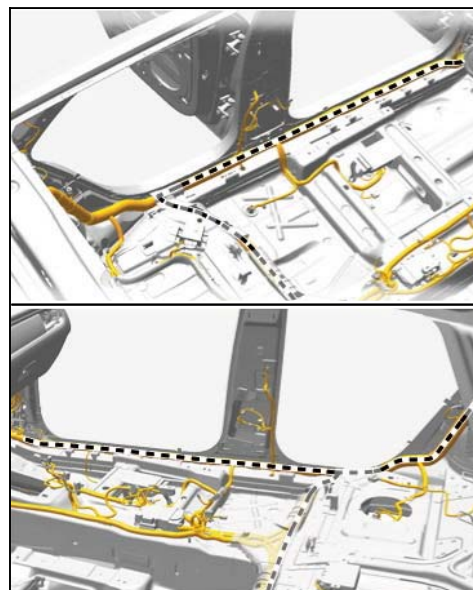

Рис. 6
- 2.3 Проложить жгут электрических проводов следующим образом (⇒ Рис. 6):